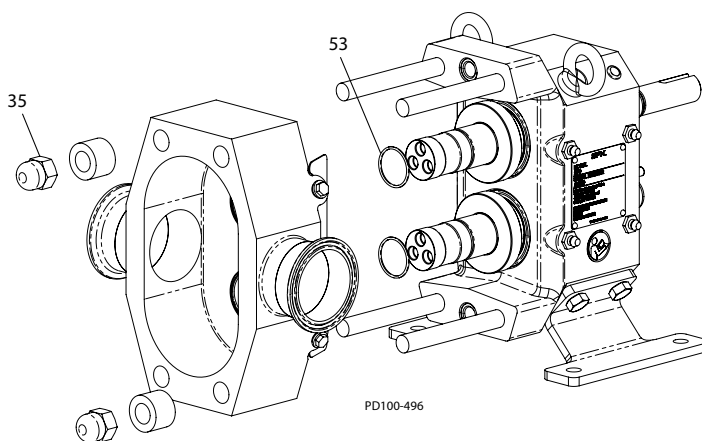

Рисунок 54 - Установка корпуса
1. Установка уплотнительных колец уплотнения зажима ротора (Рисунок 54, пункт 53) в канавку каждого вала.